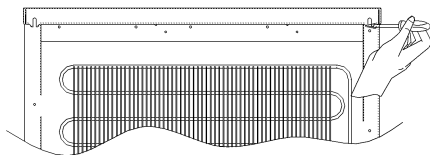

FIG. 1
- Dévissez la vis de fixation du plateau à l'arrière de l'appareil (FIG. 1)